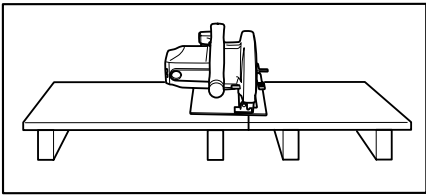
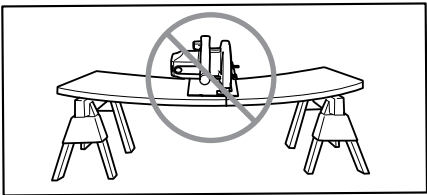

图 1
图 2
- 8. 大块板工件必须加以支持稳定（图 1 和图 2）。
为了防止锯片卡住或反弹，如图 1 所示，大块板材必须妥善支撑。
- 10. 防止反弹。（图 1 和 3）
当圆锯突然停止时，会发生反弹并被推向操作者。当锯片被卡住或停止转动时，请立即放开开关。请让锯片保持锋利。如图 1 所示，请务必支撑大件木料。